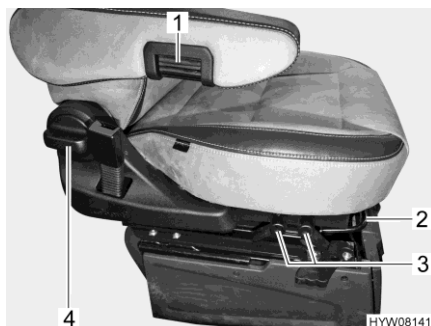

Fig. 16 Regolazione del sedile
- Tirare la staffa (Fig. 16,2) verso l'alto.
- Tirare la relativa leva (Fig. 16,3) verso l'alto.
- Ruotare la maniglia (Fig. 16,4).
- Per una regolazione precisa, ruotare la rotella zigrinata (Fig. 16,1). A seconda della direzione di rotazione il bracciolo si muove verso l'alto o verso il basso.